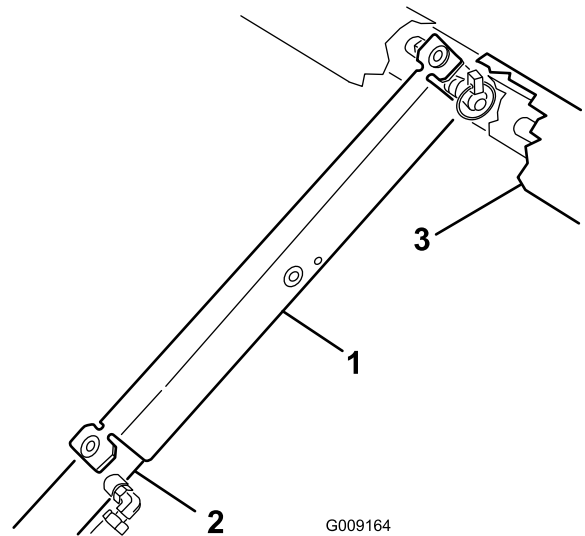

Figura 2
- C. Introduza o apoio da plataforma na haste do cilindro, assegurando que as linguetas encostam à extremidade do cilindro e à extremidade da haste do cilindro (Figura 2).